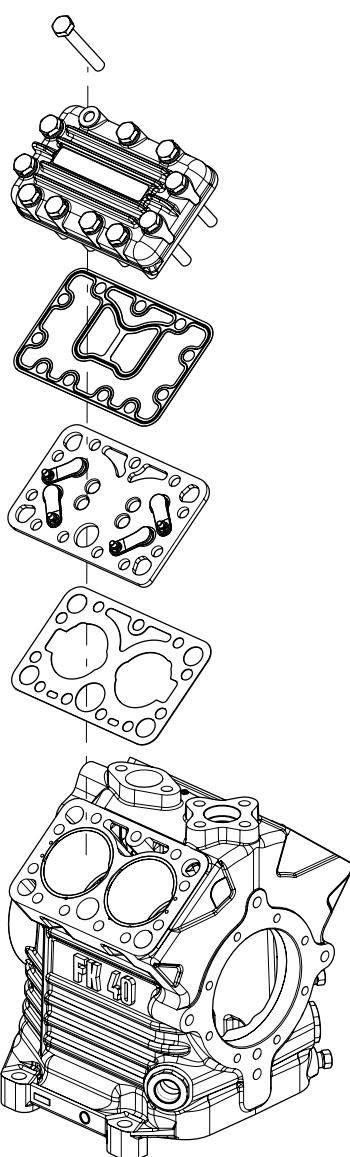
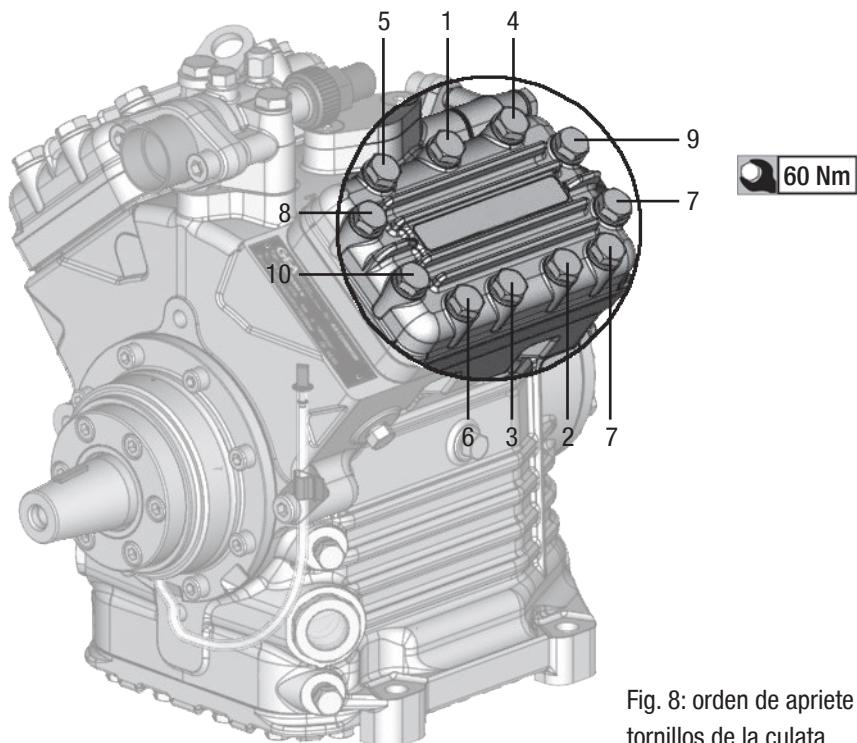

Fig. 7
Fig. 8: orden de apriete de los tornillos de la culata
### Desmontaje (véase fig. 7):
### Montaje (véase fig. 7):
- Aceitar la junta inferior de la placa de válvulas (5) y montar la junta superior de la placa de válvulas (3) (junta metálica) en seco.
- Asegurarse de que la posición de montaje de las juntas (3, 5), de la placa de válvulas (4) y de la tapa de la culata (2) sea correcta.
**ATENCIÓN Montar la placa de válvulas K (N.º art. 80010) solo con la marca „TOP“ hacia arriba (véase fig. 7).**
- ¡Apretar los tornillos de la culata (pos. 1 en fig. 7) conforme fig. 8 en el orden mostrado!